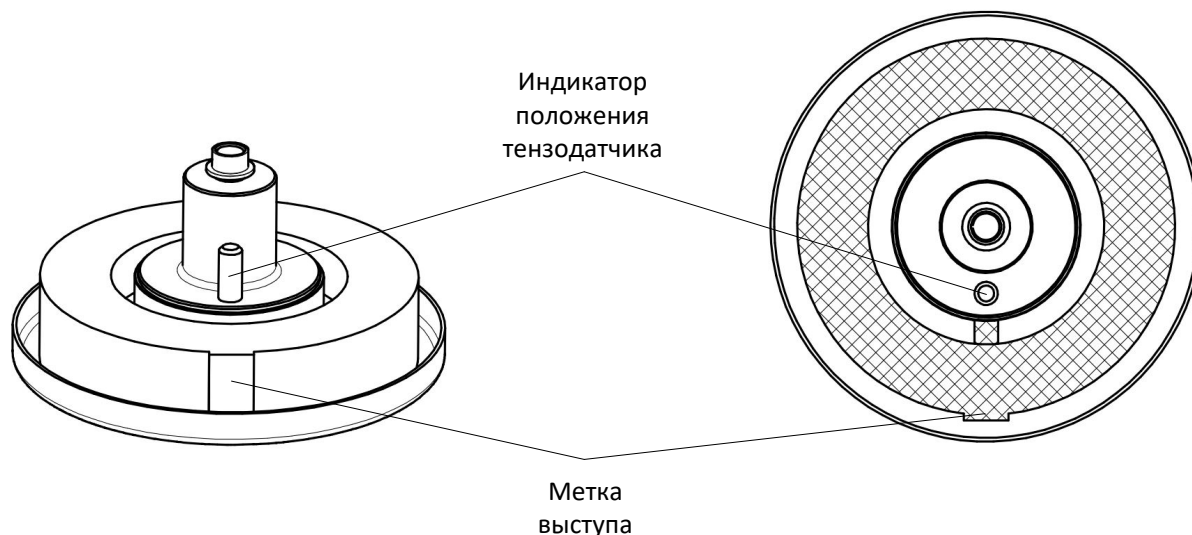

Рисунок 7 – Установка кольца в форму
4.4.2 Покрывать внешнюю и нижнюю поверхности кольца тонким слоем разделительного состава. Далее установить кольцо в форму так, чтобы оно было заподлицо с ее верхним краем (верхние поверхности кольца и формы должны совпадать по высоте). Индикатор положения тензодатчика на кольце должен находиться напротив метки выступа (см. рис. 7).